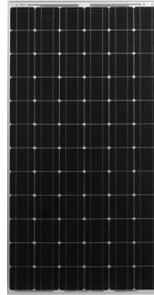

Figura 1.2. Panel solar de silicio monocristalino
- **Monocristalino:** presenta una estructura cristalina completamente ordenada. Se obtiene de silicio puro fundido dopado con boro. Se reconoce por su monocromía azulada oscura y metálica (figura 1.2).